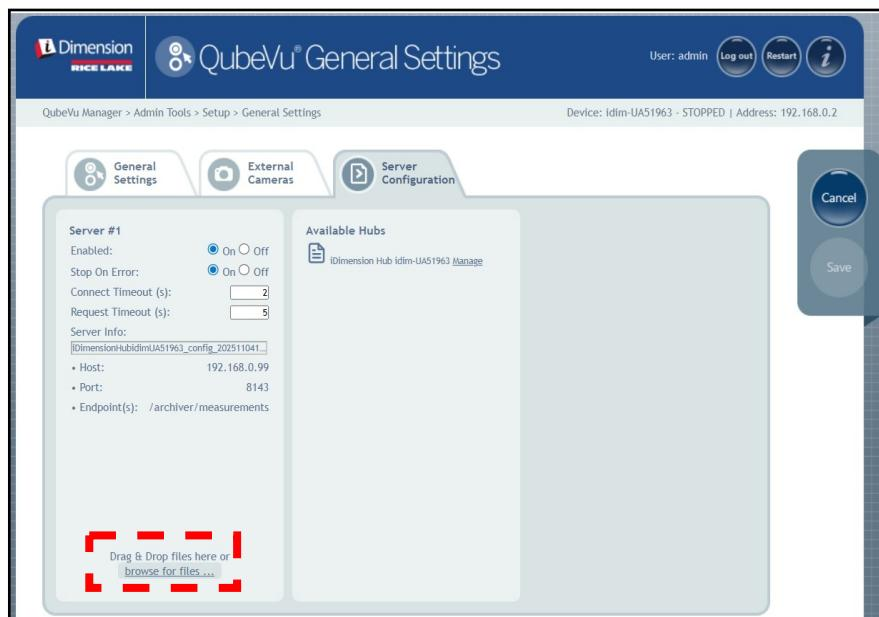

Abbildung 5-10. Registerkarte „Server Configuration“ (Server-Konfiguration)
- Wählen Sie **browse for files...** (Nach Dateien suchen...), um eine Server-Konfigurationsdatei auszuwählen (siehe Abbildung 5-10 auf Seite 30).